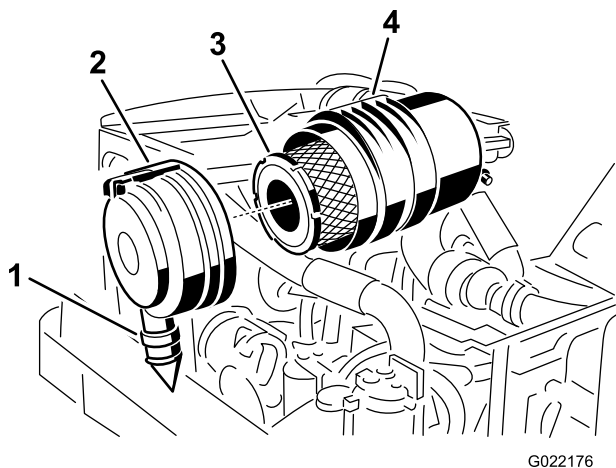

Figure 117
4. Déposez le préfiltre (Figure 117).